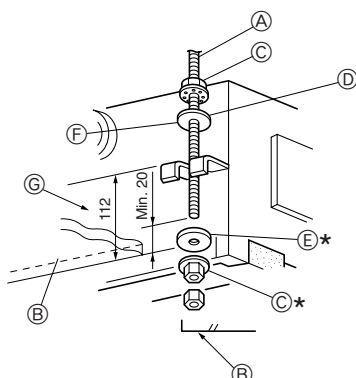

Fig. 2-7
1. Enfiler à l'avance les rondelles d'étanchéité ① et ② (fournies) et leurs écrous (à se procurer sur place) dans les boulons de suspension. (Fig. 2-7)
* Placer la rondelle isolée ② avec la surface isolée tournée vers le bas, comme illustré.
2. Soulever l'appareil pour le mettre en place, en l'alignant correctement sur le boulon de suspension. Passer le support entre les rondelles ① et ②, qui sont déjà en place et l'attacher. Procéder de la même manière pour les quatre emplacements.
- (A) Boulon de suspension (3/8" ou M10)
- (B) Surface du plafond
- (C) Ecrou (3/8" ou M10)
- (D) Rondelles d'étanchéité ② (avec isolation)
- (E) Rondelle ①
- (F) (Installer la rondelle avec l'isolation tournée vers le bas)